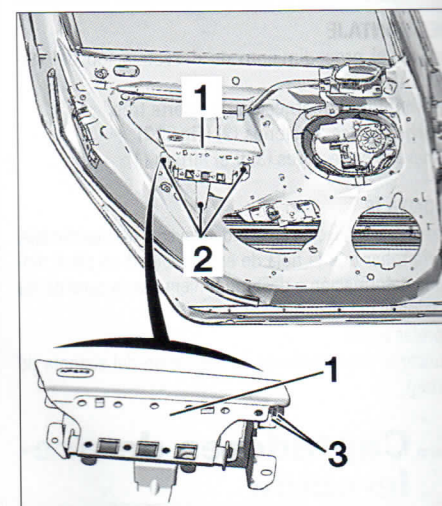

FIG. 22
Desmontar las fijaciones (2) (fig. 22)